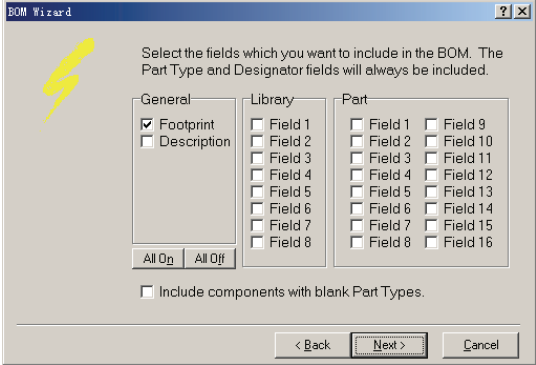

图 3-107 设置元器件报表内容
2) 单击“Next”按钮进入如图 3-107 所示的对话框，此对话框主要用于设置元器件报表中所包含的内容。